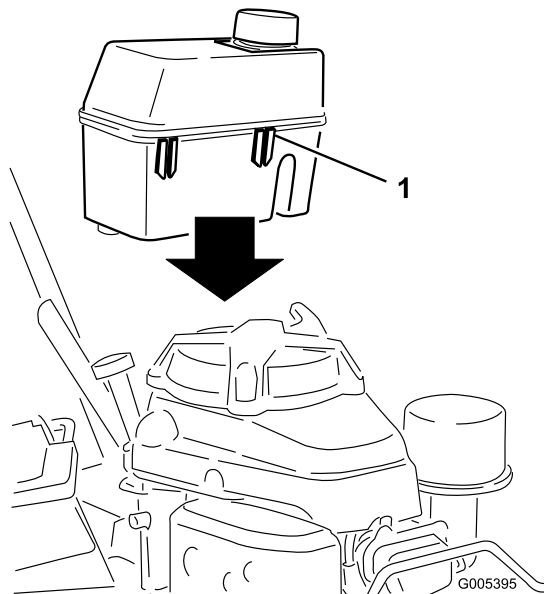

Figure 6
- Glissez les clips en plastique situés à l'avant du réservoir sur le support du réservoir (Figure 6).